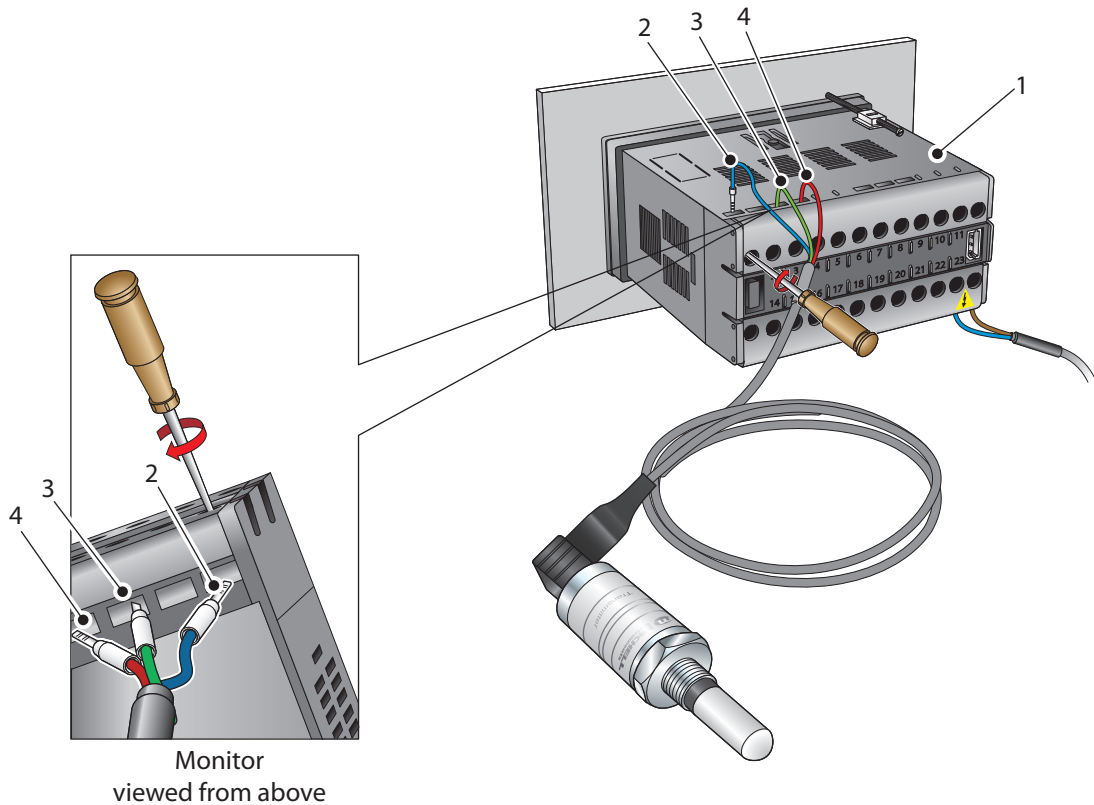

Figure 11 Branchements du transmetteur
Brancher le câble du transmetteur sur l'indicateur de processus (1) comme indiqué dans la figure 11.